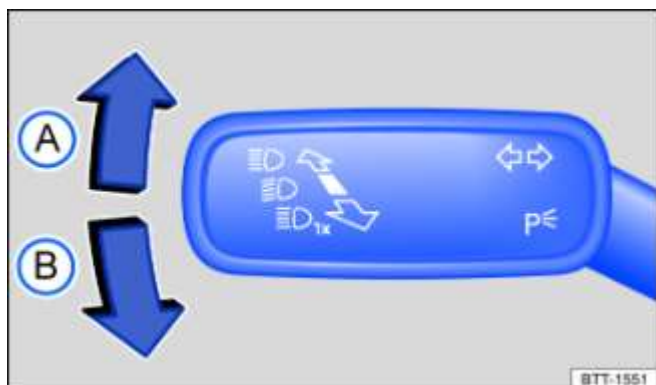

Fig. 85 À gauche sur la colonne de direction : levier des clignotants et de l'inverseur-codes
- En partant de la position médiane, amenez le levier des clignotants et de l'inverseur-codes dans la position suivante → Fig. 85 :